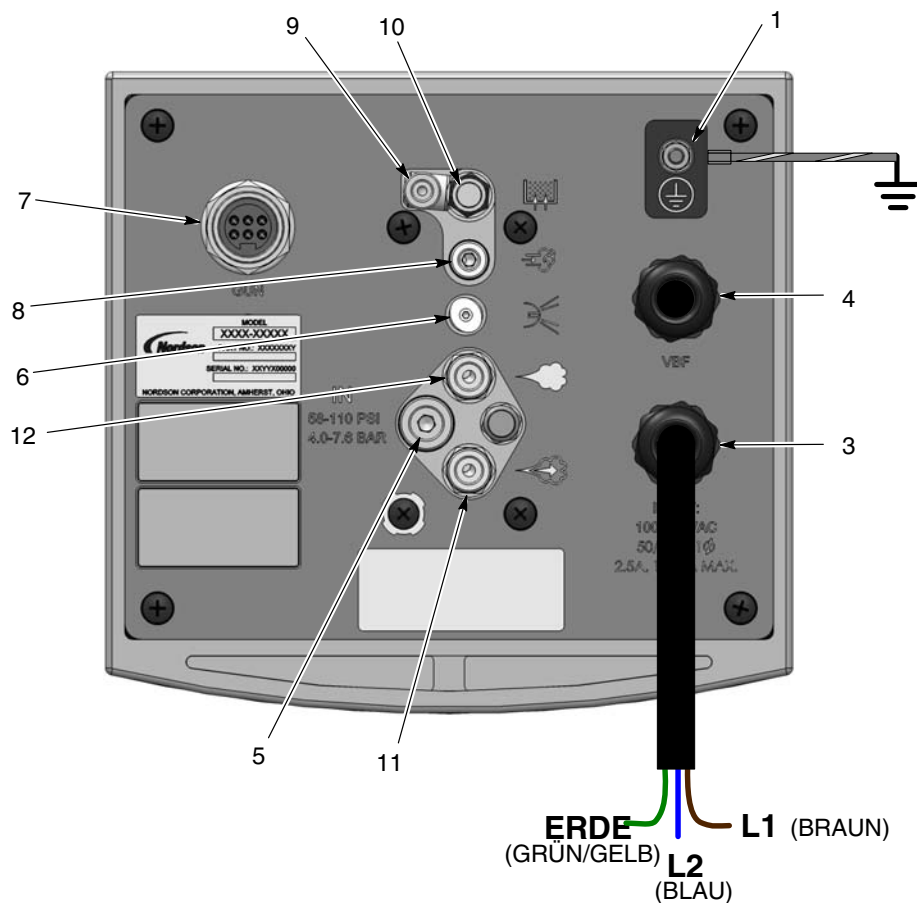

Abb. 3-5 Anschlüsse Pistolensteuerung Encore LT
5. Siehe Abb. 3-5. Den transparenten 4-mm-Schlauch mit dem Schnelltrennanschluss (6) für die Elektroden-spülluft verbinden.
6. Den schwarzen 6-mm-Schlauch mit dem Schnelltrennanschluss (8) für die Spülluft verbinden.